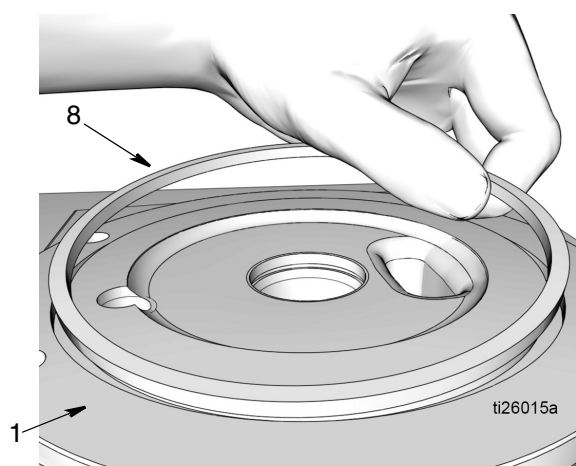

FIG. 48
7. Applicare un sottile strato di grasso all'O-ring quadrato (8). Montare l'O-ring quadrato (8) nella scanalatura alla base della pompa (1) come mostrato in FIG. 48.